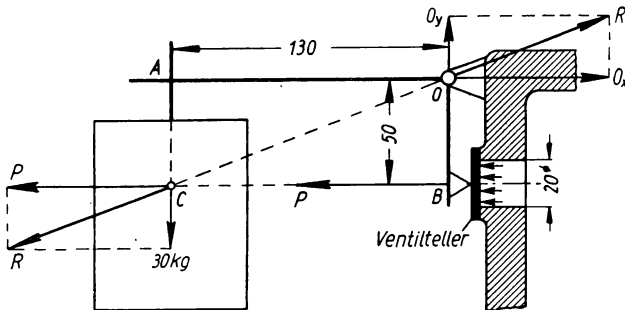

Bild 183
**315.** Ein Sicherheitsventil (Bild 183) einer Wasserdruknpresse ist am Hebel durch ein 30 kg schweres Gewicht belastet. a) Die auf den Ventilteller ausgeübte Druckkraft ist zeichnerisch zu bestimmen; b) dasselbe rechnerisch. c) Welche Kraft ist von dem Drehzapfen  $O$  des Winkelhebels aufzunehmen? d) Bei wieviel Wasserdruck öffnet sich das Ventil, dessen Durchmesser 20 mm beträgt?